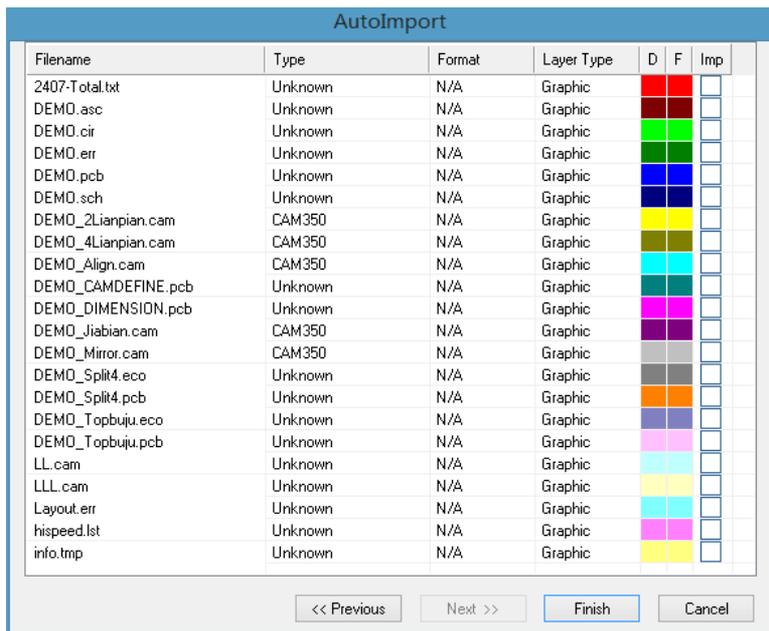
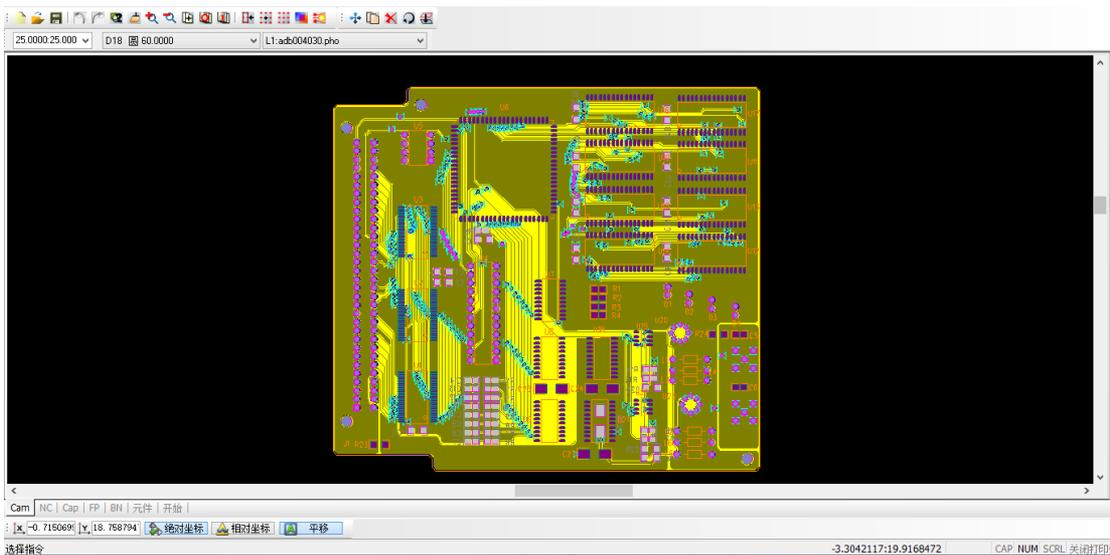

图 17-29 设置 Gerber 文件对话框
图 17-30 Gerber 文件导入后的效果
(4) 在该对话框中的 Files in directory 列表中选择文件, 并选择英制单位, 然后单击“Next”按钮, 系统会弹出如图 17-29 所示的对话框, 该对话框中列出了该文件的 D 码类型和光栅格式。
(5) 单击图 17-29 所示对话框中的“Finish”按钮, 则进行 Gerber 文件的导入, 效果如图 17-30 所示。